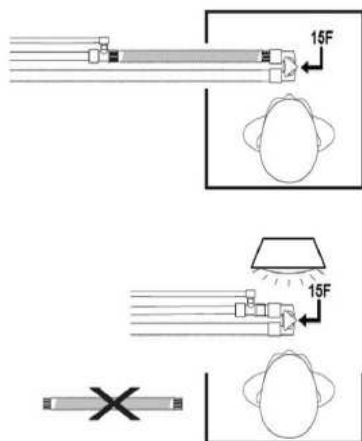

Figure 3. Insertion correcte de l'extrémité proximale de la sonde de température.
- Insérez l'extrémité proximale de la sonde de température dans le port à l'extrémité patient de la branche inspiratoire verte. Consultez la Figure 3.